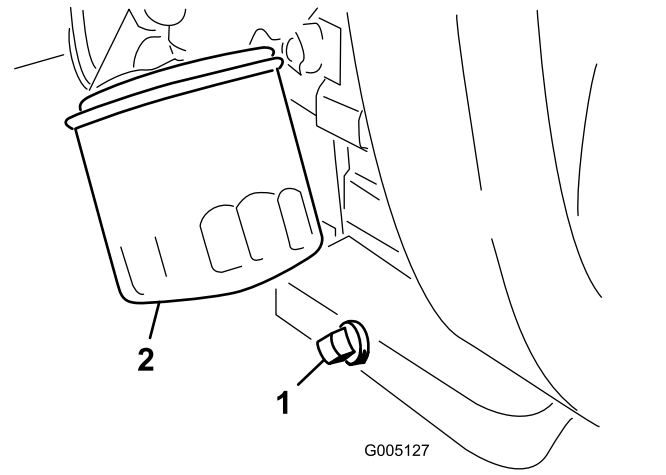

Figura 41
- Retire el tapón de vaciado (Figura 41) y deje fluir el aceite a un recipiente apropiado.
- Limpe las roscas del tapón de vaciado, aplique sellador de PTFE, e instale el tapón de vaciado (Figura 41).
- Retire el filtro de aceite (Figura 41).